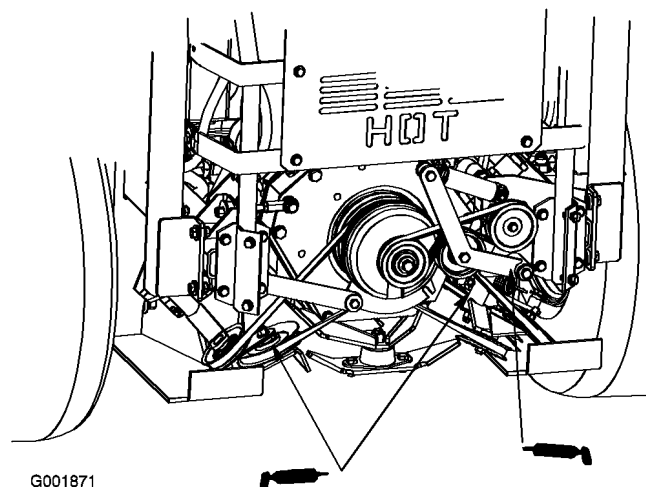

Figure 32
1. Graissez le bras de la poulie de tension de la courroie du ventilateur de refroidissement (Figure 32).
2. Graissez le bras de la poulie de tension de la courroie d'entraînement (Figure 32).